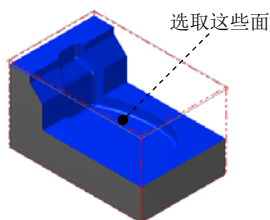

图 3.9 选取加工面
(1) 选取加工面。在图形区中选取图 3.9 所示的所有面(共 35 个面), 然后按 Enter 键, 系统弹出“刀具路径的曲面选取”对话框。